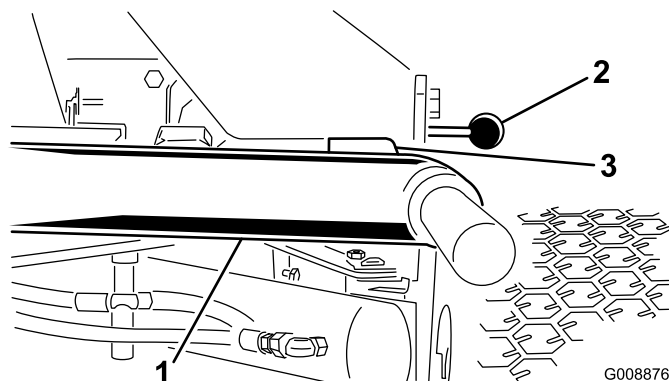

Рисунок 25
1. Запустите двигатель, поднимите стрелы и убедитесь в том, что зазор между каждой стрелой и кронштейном панели пола составляет от 5 до 8 мм (Рисунок 25).